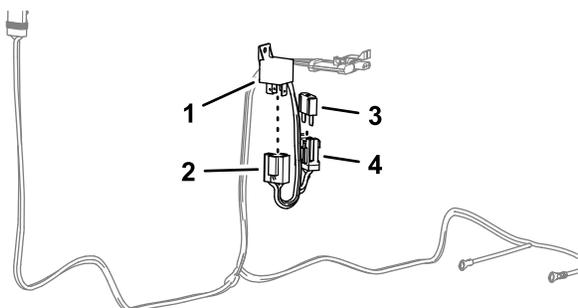

Figure 3
1. Assemblez le relais dans le connecteur à 4 broches du faisceau électrique (Figure 3).
2. Insérez le fusible (60 A) dans le logement du porte-fusible correspondant au faisceau électrique (Figure 3).